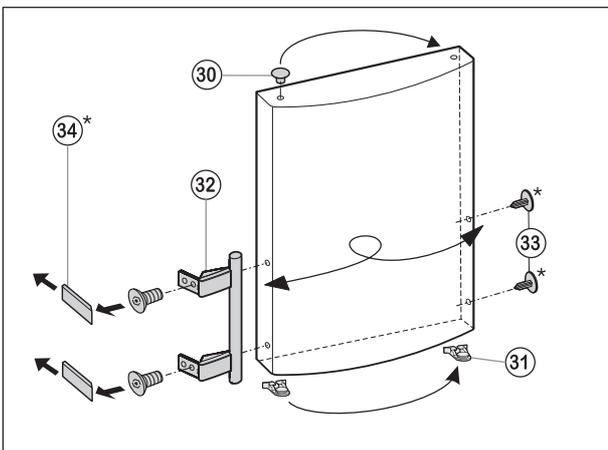

Рис. 6
- Выньте стопор Рис. 6(30) из опорной втулки двери и переставьте его.
- Снимите дверную рукоятку Рис. 6(32), стопор Рис. 6(33) и прижимные планки Рис. 6(34), переставьте их на противоположную сторону.